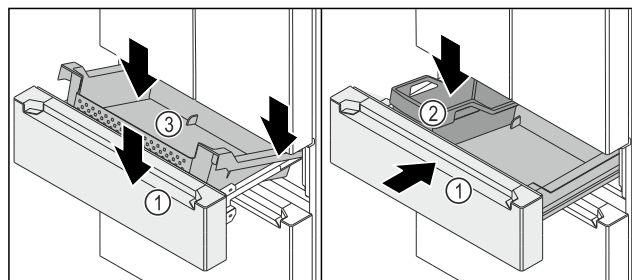

Fig. 151
- ☐ Le chariot à glissière Fig. 151 (1) est sorti.
- Positionner le bac Fig. 151 (3) sur l'arrière des rails, à gauche et à droite.
- Abaisser l'avant du bac Fig. 151 (3) de manière à ce que le bac Fig. 151 (3) entoure les rails à gauche et à droite.
- Installer la FlexBox Fig. 151 (2).
- Pousser le chariot à glissière Fig. 151 (1).